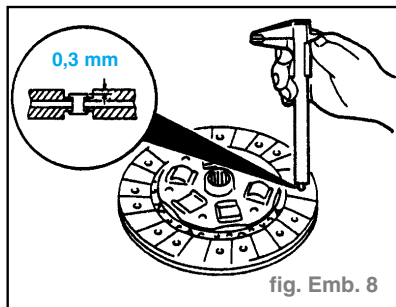

fig. Emb. 8
- À l'aide d'un pied à coulisse, mesurer de chaque côté l'épaisseur de la garniture sur les têtes de rivet (fig. Emb. 8). Remplacer le disque d'embrayage si son épaisseur est inférieure à la valeur minimum.